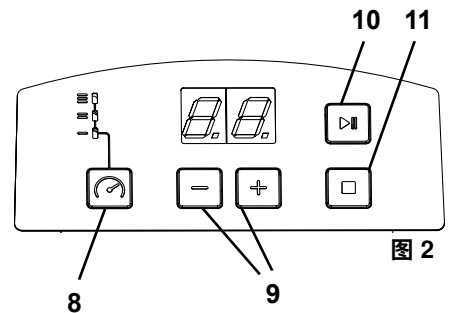

图 2
⇒ 参考（9, 图 2）+ / - 键来调整时间（0 - 30分钟）。
⇒ 使用选择按钮选择/设置强度（8, 图 2）
⇒ 按开始/暂停按钮启动清洗机（10, 图 2）。
- 在清洗过程中可以随时按停止键停止工作（11, 图 2）。
⇒ 按停止键来终止清洗操作（11, 图 2）显示屏显示之前设置的清洗时间。